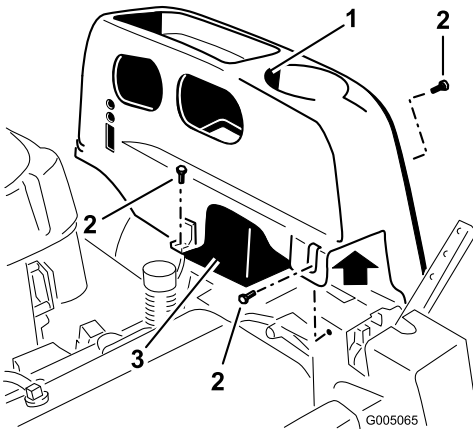

Figura 22
2. Retire los tornillos TORX® (T25) que sujetan la cubierta izquierda al bastidor, según se muestra en Figura 22.